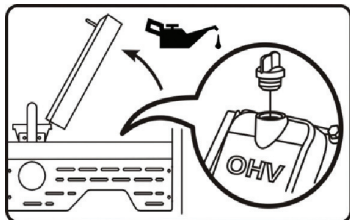

Рис. 4
3. Выкрутите пробку маслозаливной горловины (Рис. 4)